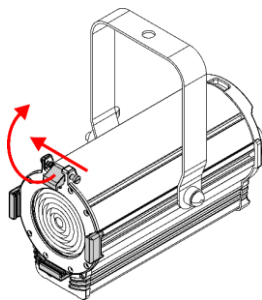

Fig. 07
- 01) Spingere la **vite caricata a molla (01)** e contemporaneamente sollevare il **clip del telaio per gelatina (02)** e capovolgerlo all'indietro (cfr. Fig. 07).